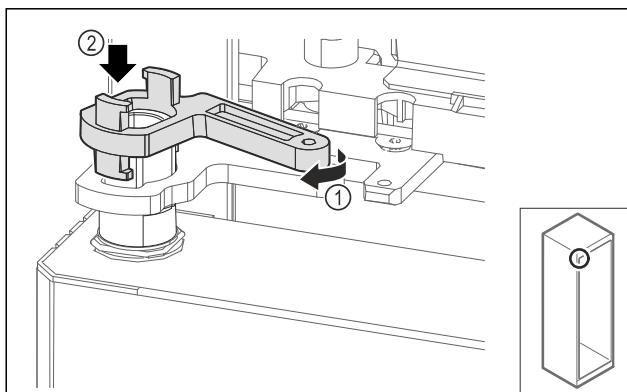

Fig. 70
- ▶ Завъртете леко блокировката на лагерната стойка Fig. 70 (1) и я поставете върху втулката Fig. 70 (2).